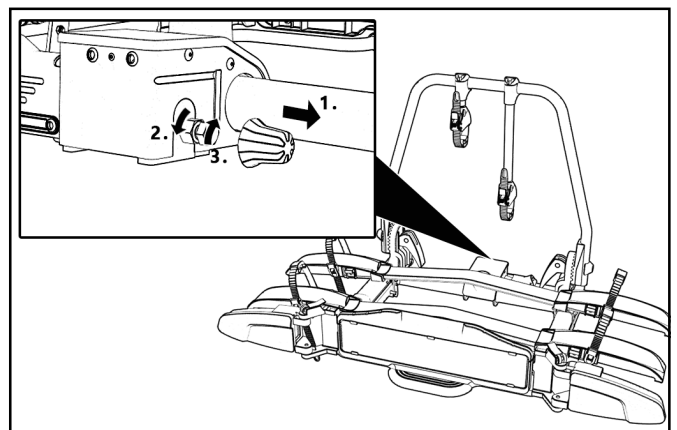

Bild 12: Einstellen des Schnellverschlusses
- ▶ Lösen Sie die Kontermutter etwas (Bild 12).
- ▶ Drehen Sie die Stellschraube eine viertel Umdrehung hinein (Bild 12).
- ▶ Ziehen Sie die Kontermutter fest (Bild 12).